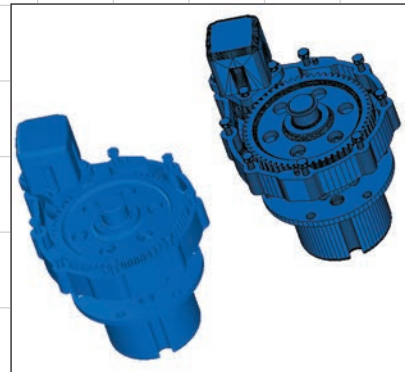

Рис. 29. Преобразование триангуляции в тело (B-Rep)
- стало доступно преобразование полигональной модели в тело граничного представления (B-Rep) с возможностью слияния граней (рис. 29 и 30),